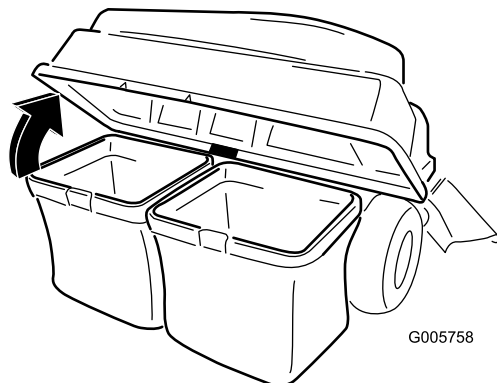

Figure 29
3. Ouvrez (soulevez) le couvercle du bac de ramassage (Figure 29).